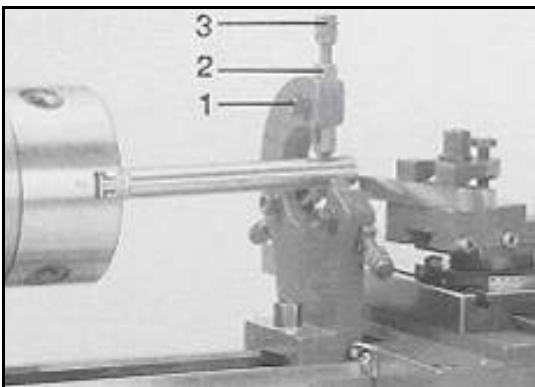

Рис. 23
Поворачивая винты с накатной головкой (3, Рис. 23) пока все упорные губки (2) не соприкоснутся с заготовкой, не зажимая ее.